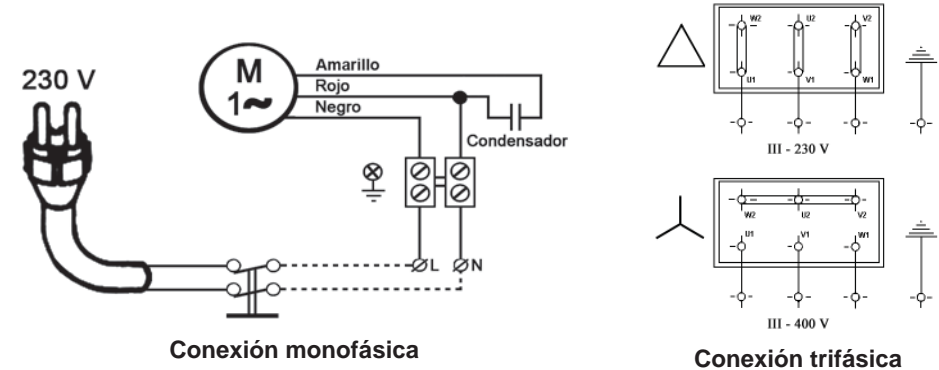

Figura 3: Conexiones eléctricas
- Conecte la bomba a la red eléctrica teniendo en cuenta las especificaciones anteriores y el esquema eléctrico de conexión que se facilita a continuación (figura 3).